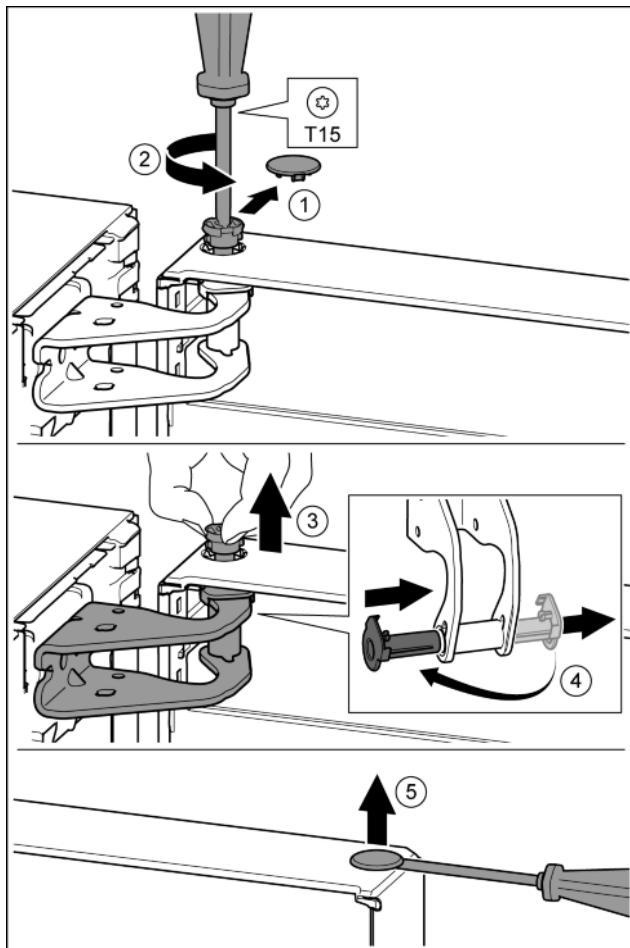

Fig. 10
- Desprindeți cu precauție capacul de siguranță. Fig. 10 (1)
- Extragăți puțin bolțul prin rotire cu șurubelnita T15. Fig. 10 (2)
- Tineți ferm ușa și extragăți bolțul cu degetele. Fig. 10 (3)
- Extragăți cuzinetul din ghidaj. Introduceți din partea opusă și fixați în poziție. Fig. 10 (4)
- Ridicați cu precauție dopul din cuzinetul ușii cu o șurubelnită plată și extrageți-l. Fig. 10 (5)